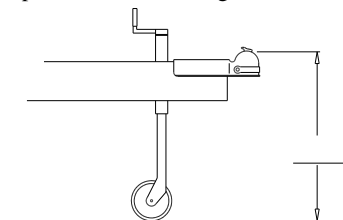

Fig. 1
6. El remache ⑤ y las 8 arandelas espaciadoras ⑦ se suministran para obtener un ángulo correcto hacia abajo de las barras de resorte. Inserte el remache ⑤, y dependiendo del ángulo o la pendiente de las barras que se debe lograr, use ya sea 8 o el menor número de arandelas ⑦ necesarias para establecer el ángulo correcto. (Ver Fig. 1, 2 y 3 abajo)